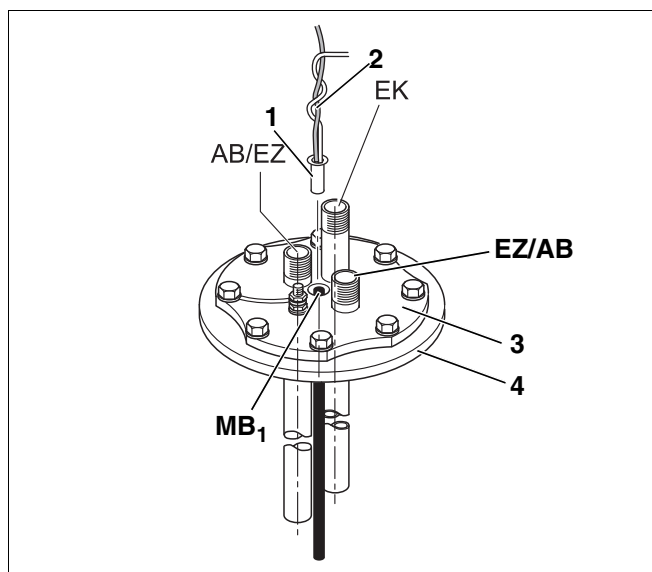

Рис.7 Точка измерения MB₁ (погружная гильза дозагрузки от котла)
Установка датчика горячей воды (рис. 7):
- ▶ Вставьте датчик (рис. 7, [1]) с направляющей проволокой (рис. 7, [2]) до упора. Направляющая проволока находится в точке измерения MB₁.